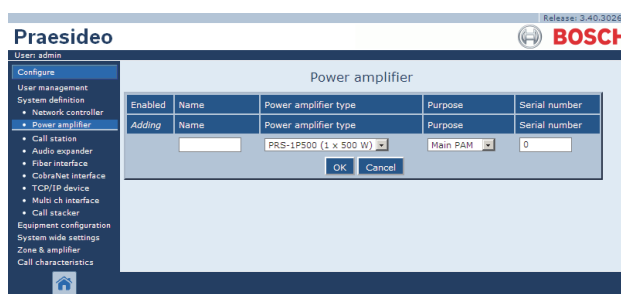

figure 43.5 : Ajout d'un amplificateur de puissance, étape 2
- 2 Pour ajouter un nouvel amplificateur de puissance au système, cliquez sur le bouton *Add*. Un écran semblable à celui de la figure 43.5 s'affiche dans le cadre principal de l'interface Web.